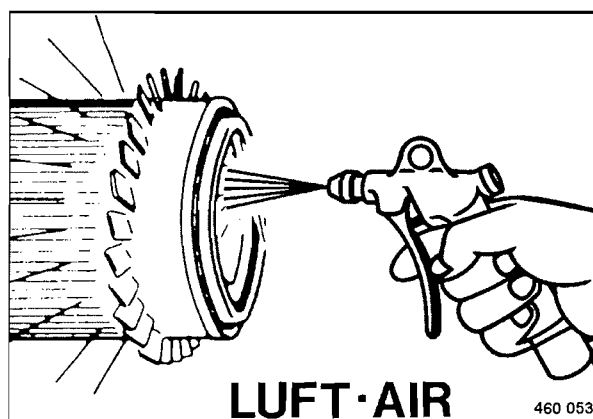

Fig. 87
- Limpiar el filtro de aire seco (Fig. 87) soplando con aire comprimido limpio y seco de una máxima presión de aire de 7 bar.